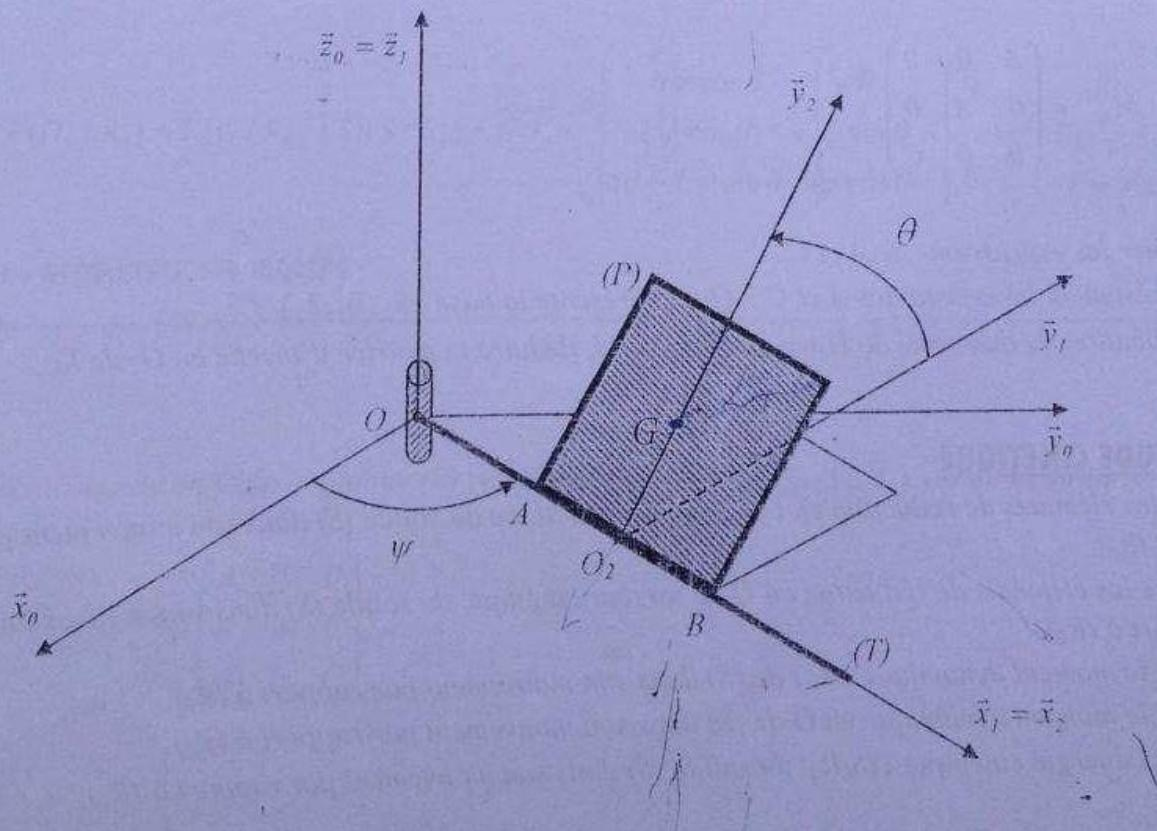

Figure 1- description générale du système
- une tige (T) de longueur $2L$, de masse négligeable, articulée en O , en mouvement par rapport à (R_0) dans le plan $(O, \vec{x}_0, \vec{y}_0)$. On désigne par $R_t(O, \vec{x}_t, \vec{y}_t, \vec{z}_t)$ un repère orthonormé direct lié à (T) tel que \vec{x}_t soit confondu avec (T) et $\vec{z}_t = \vec{z}_0$ (voir figure 1).
- une plaque carrée (P) de masse m , de côté $2a$ et dont l'un des côtés noté AB est liée à (T) . On note O_2 le milieu de $[AB]$ qui coïncide avec celui de (T) et G le centre d'inertie de la plaque.
Un repère orthonormé direct $R_2(O_2, \vec{x}_2, \vec{y}_2, \vec{z}_2)$ est lié à (P) tel que $\vec{x}_2 = \vec{x}_t$ et que \vec{y}_2 soit parallèle et de même sens que $\overrightarrow{O_2G_2}$ (voir figure 1).